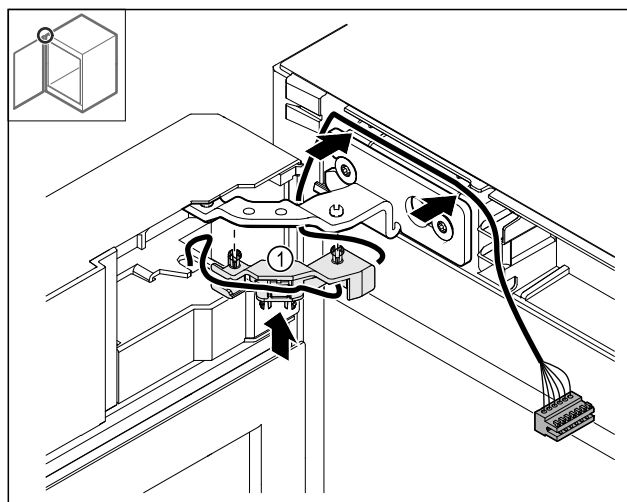

Fig. 48
- Trykk kabelholderen Fig. 48 (1) inn i hengselen.